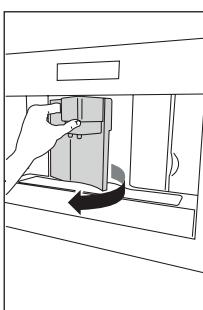

Рис. 23
- Откройте сервисную дверцу в передней части прибора (Рис. 23), извлеките поддон (Рис. 24) и очистите его.